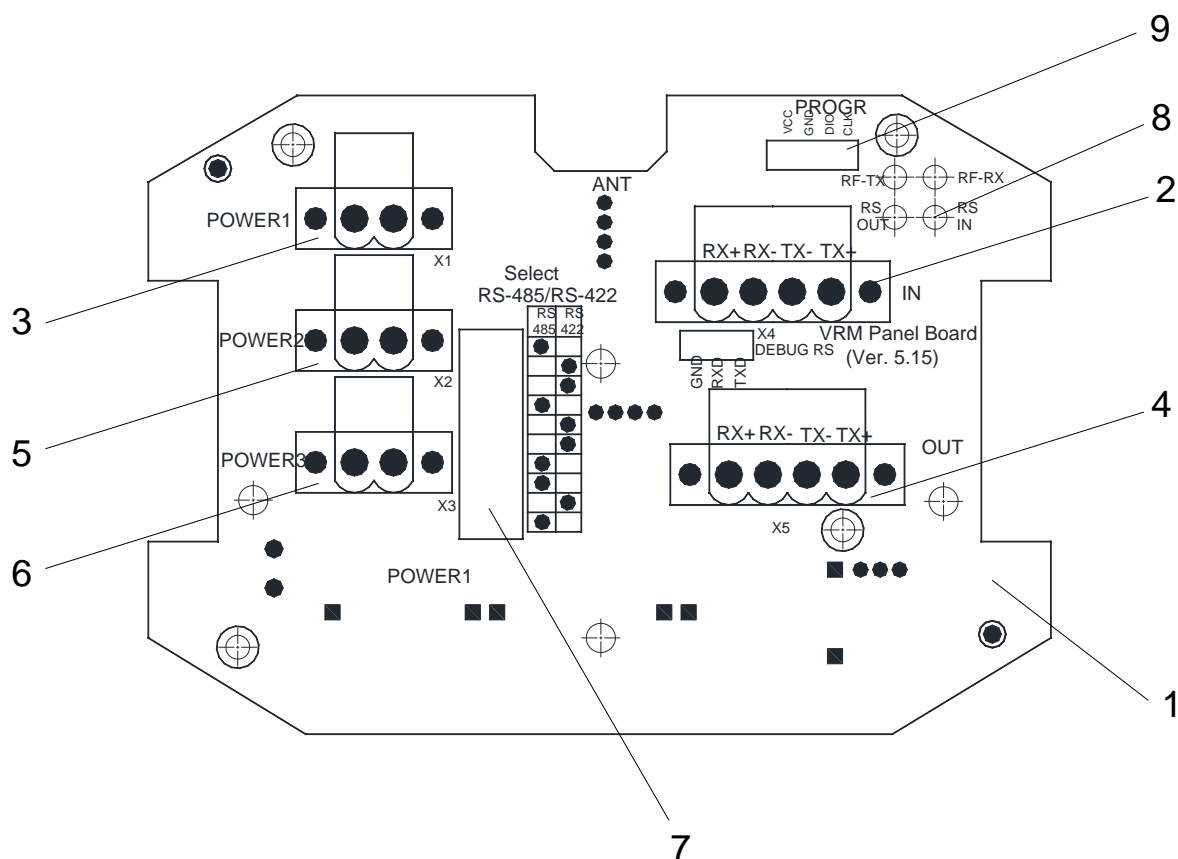

Рисунок 3.2 – Радиомодуль выносной «ВРМ». Клеммная плата
3.4 Для организации передачи (обмена) голоса и данных по радиоканалу с абонентскими радиомодулями РМА, радиостанциями типа «РСН» и «РСН-П», радимодулями «ВРМ-Т» и последующей ретрансляции информации по интерфейсу RS-422/RS-485, Радиомодуль «ВРМ» подключается к интерфейсной линии, на клеммной плате **1** имеются винтовые клеммы типа ТВ-25-2PS вход RS422/RS485 **2** и выход RS422/RS485 **4** (см. рис. 3.2 и табл. 3.1).
Назначение клемм (рис. 3.2) внешних интерфейсов указано в табл. 3.1.
- установить перемычки (джамперы) **7** (рис. 3.2) в соответствии с используемым интерфейсом;
- на винтовую клемму (табл. 3.1 и рис. 3.2) **2** подключить интерфейсный кабель (вход), а на клемму **5** - кабель питания, на клеммы **4** и **6** - соответственно интерфейсный кабель (выход) и кабель питания;